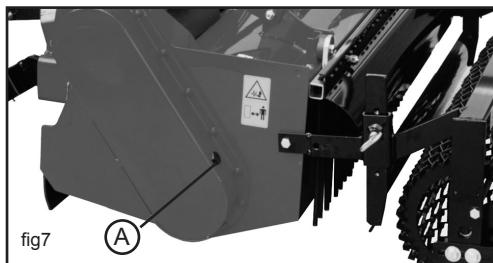

fig7
6. Ingrassare abbondantemente ogni sei mesi la catena di trasmissione tramite l'apposito tappo (Fig.7 - Rif.A).